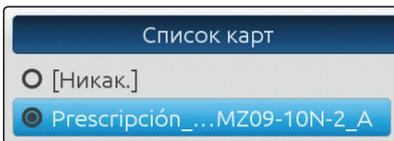

Рис. 209
- Выберите карту из предложенного списка карт (Рис. 209).